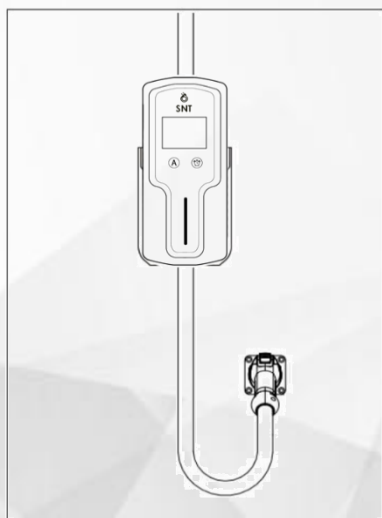

图 4
4.固定 mobile charger 和充电枪插头，安装效果如图 4。
5. 根据自身需求，选择将 mobile charge 复原为图 4，或将 mobile charge 收进便携包带。